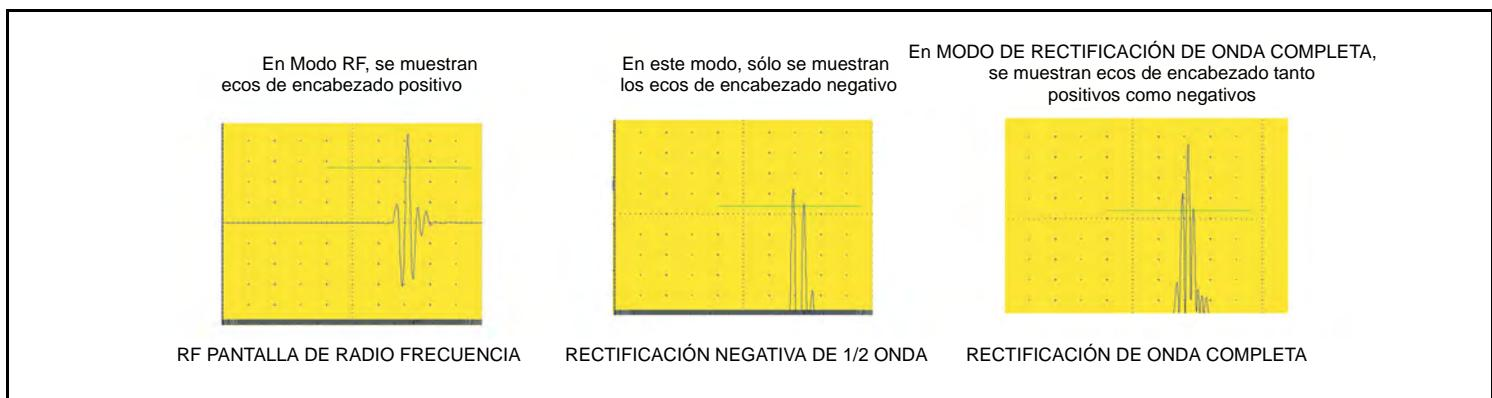

Figura 14: Señales de RF y rectificadas normales
La rectificación afecta la orientación del A-Scan en la pantalla de visualización. El A-Scan representa el impulso acústico (es decir, el eco) que se devuelve al dispositivo desde el material que se está evaluando. La serie de ecos se asemeja a la señal de *Radiofrecuencia (RF)* que se muestra en la siguiente *Figura 14*. Tenga en cuenta que la señal RF tiene un componente negativo que está por debajo del eje y uno positivo que está por encima del eje. En modo RF, la puerta A y la puerta B se pueden colocar por encima o por debajo del eje para que se puedan activar con un eco con encabezado positivo o negativo. El modo de rectificación normalmente se configura de forma automática mediante la selección de la sonda. La mayoría de las sondas de los medidores de espesor de GEIT están diseñadas para poder utilizarlas en rectificación negativa.
- *Rectificación de semionda negativa* significa que sólo se muestra la mitad inferior (es decir, negativa) de la señal de RF (ver *Figura 14 en la página 43*). Tenga en cuenta que, aunque sólo se muestre la mitad negativa de la señal de RF, para simplificar la visualización se presenta en la misma orientación que un componente positivo.
- La *rectificación de onda completa* combina las señales rectificadas tanto positivas como negativas y muestra ambas en orientación positiva (ver *Figura 14 en la página 43*).